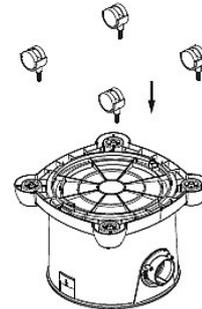

Abb. 5: Montage der Räder
Schritt 3: Stellen Sie den Behälter auf den Kopf um die Räder des Saugers zu montieren (Abb.5). Achten Sie bei der Montage auf die richtige Seite der Räder.